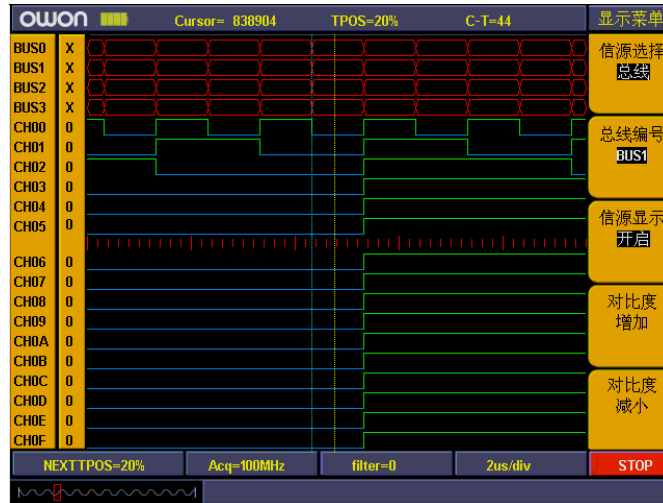

图4-14: 总线开启和关闭设置
- 7、按“F3”键, 把信源显示设置为“关闭”。重复6、7的操作, 把总线BUS1、BUS2、BUS3也设置为“关闭”。见图4-14。